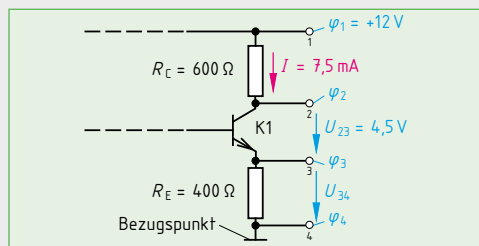

Bild 3: Schaltungsausschnitt
9. In elektronischen Schaltplänen werden häufig zur Fehlersuche Messpunkte mit Potenzialwerten angegeben. **a)** Bestimmen Sie in der Schaltung (**Bild 3**) an den Messpunkten 2, 3 und 4 die Potenzialwerte φ_2 , φ_3 und φ_4 gegen Masse (Bezugspunkt) und **b)** ermitteln Sie die Spannung U_{34} .